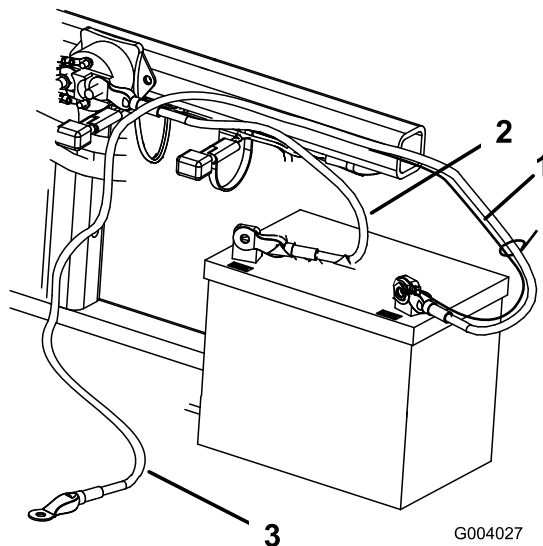

Figura 5
- Conecte el cable positivo (rojo) al borne positivo (+) con un perno y una contratuerca de 1/4 x 5/8 pulg. (Figura 5).
- Conecte el cable negro pequeño y el cable negativo (negro) al borne negativo (-) de la batería con un perno (1/4 x 5/8 pulg.) y una contratuerca (1/4 pulgada) (Figura 5).